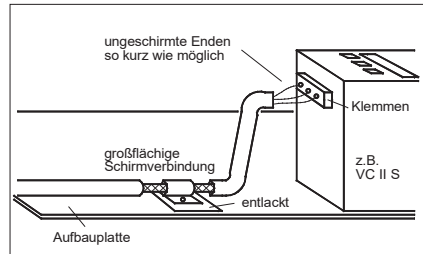

Bild 2
1). Beim Anschluss von geschirmten Kabeln sind die ungeschirmten Leitungsenden so kurz wie möglich zu halten. Der großflächige Schirmanschluss muss sich unbedingt am Schirmende befinden, er kann an geeigneter Position - einige Zentimeter entfernt - angeschlossen werden. Der Schirm ist immer beidseitig aufzulegen (Bild 2).